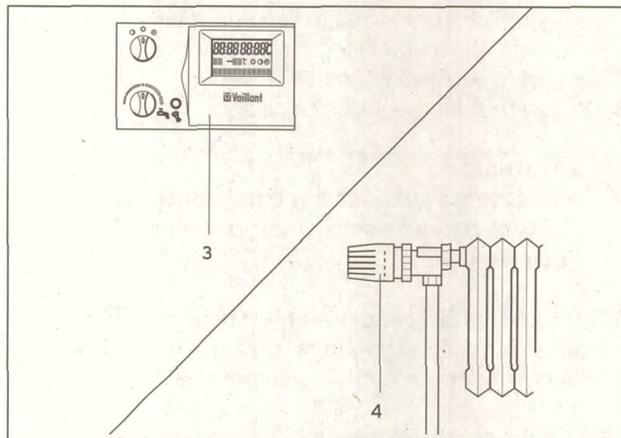

Abb. 3.13 Raumtemperurregler/witterungsgeführte Regler einstellen
3.5.2 Raumtemperurregler oder witterungsgeführte Regler einstellen (Abb. 3.13)